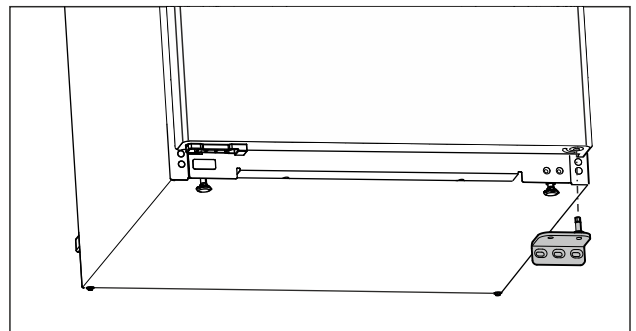

Fig. 11
- Rimuovere il blocco di supporto verso il basso. (vedere Fig. 11)